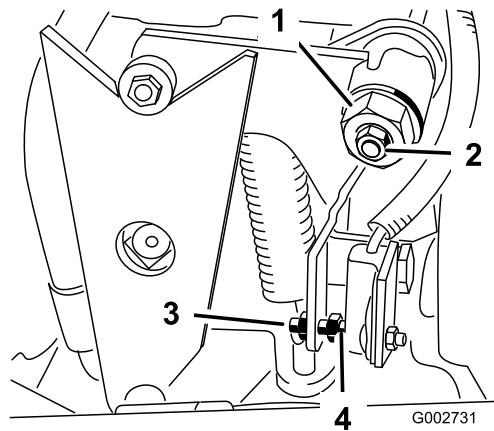

Bild 33
4. Lockern Sie die Sicherungsmutter an der Fahrantriebs-Einstellnocke (Bild 33).
5. Lassen Sie den Motor an und drehen das Sechskant (Bild 33) der Nocke in beide Richtungen, um die zentrale Stellung im Neutralbereich ausfindig zu machen.
3. Stellen Sie die Schraube ein, bis der Abstand 1,5 mm  $\pm$  0,8 mm (Bild 33) beträgt.